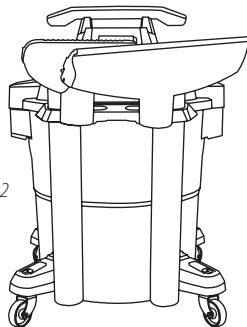

Fig. 22
44. Colocar las herramientas de la aspiradora en el sujetador de herramientas **18**. Fig. 22. La aspiradora debe guardarse bajo techo.